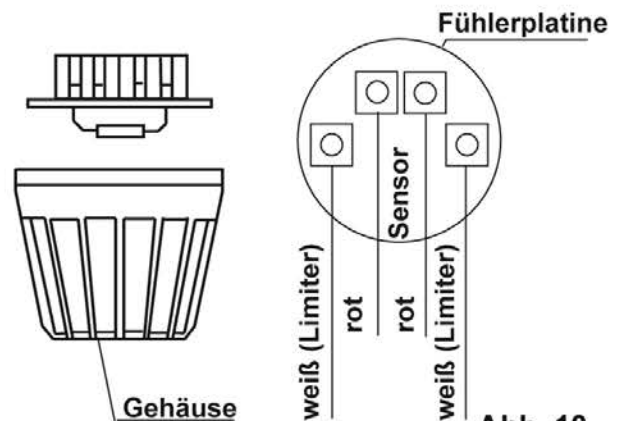

Abb. 10
- Führen Sie die Fühlerkabel durch das gebohrte Loch und schließen Sie die Fühlerleitung gemäß Abb. 10 an.
- Die Leitungen für den Begrenzer (weiß) und den Temperaturfühler (rot) gemäß Abb. 10 an der Fühlerplatine anklemmen: Die Fühlerplatine anschließend in das Gehäuse einrasten.